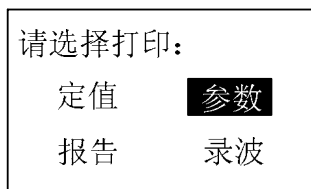

图 7-18 打印子菜单
7.2.9 “打印”：通过该菜单可实现装置打印功能，该菜单分四个子菜单 (见图 7-18)，分别打印出装置定值 (包括软压板信息)、参数 (包括装置参数、出口配置参数及通讯参数)、报告、录波。